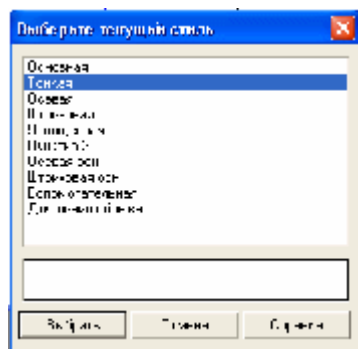

Рисунок 34
6. Выделить вторую прямую, щелкнуть 2 раза ЛКМ по прямой и на столе параметров объекта (рис.5) выбрать другой тип линии (тонкая) (рис. 34).